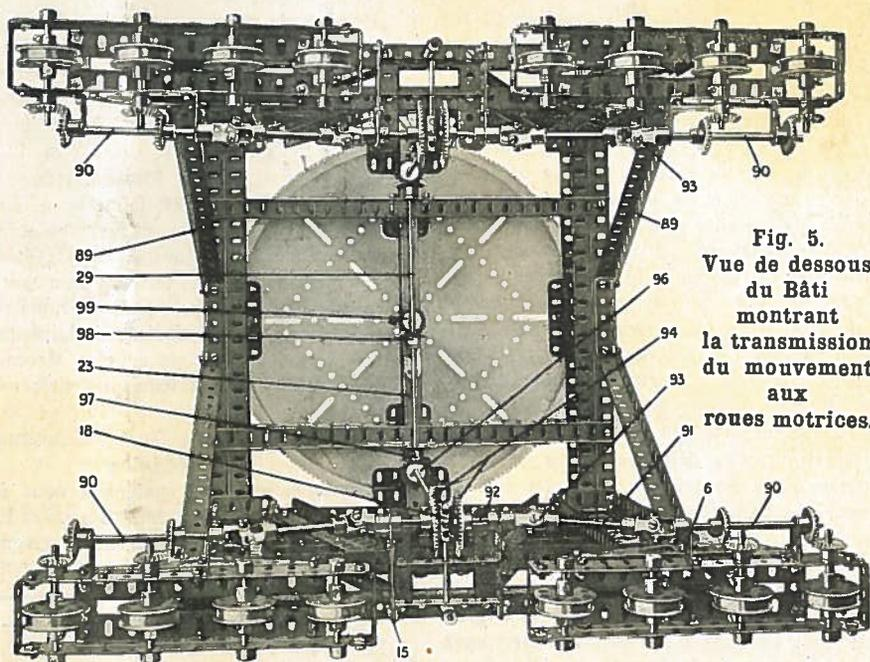
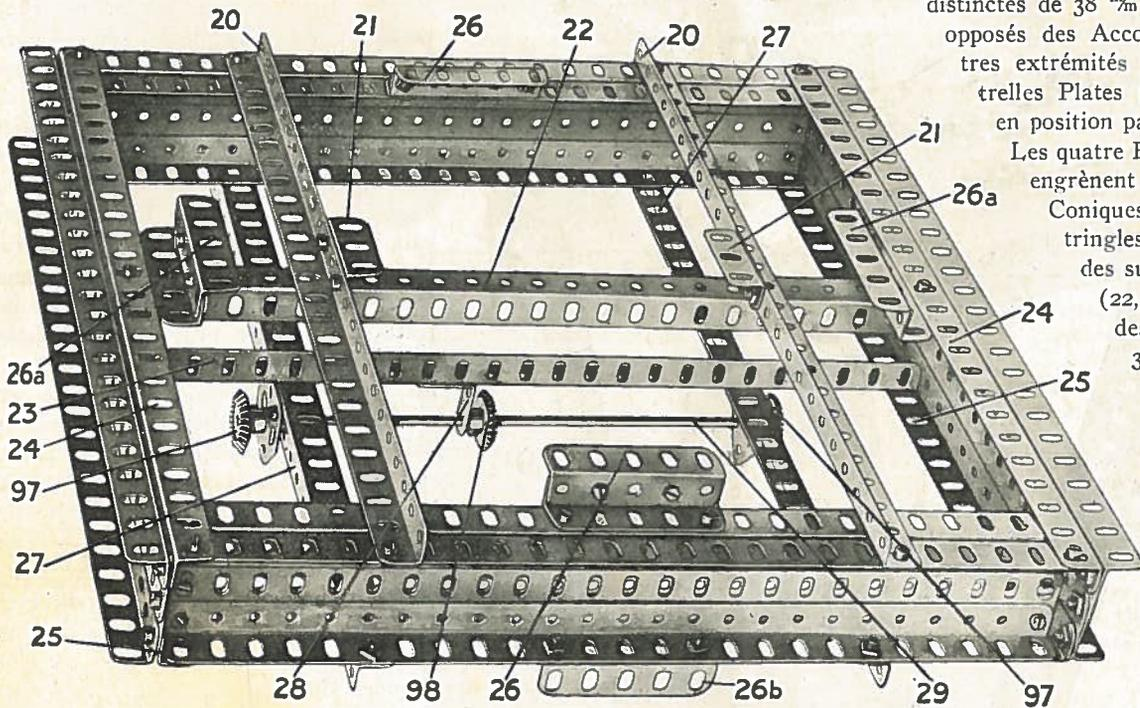

Fig. 5.
Fig. 6. — Sommet du Bâti.
(Fig. 6 et 8)
Commencer à monter cette partie de la grue en construisant tout d'abord quatre Cornières formées chacune de deux Poutrelles Plates de 25 trous, dont les trous ronds chevauchent les trous prolongés des autres dans le sens de la longueur, quatre Cornières de 25 trous étant boulonnées aux deux rebords pour constituer une solive en forme de H. Les quatre solives ou Cornières sont maintenant boulonnées ensemble comme il est montré à la Fig. 6 et forment un châssis rectangulaire. Les deux Cornières de 25 trous (20) boulonnées le long du sommet de ce châssis, portent des Cornières de 3 trous (21) tandis que les Cornières de 25 trous (22, 23) réunissent deux paires de Cornières (24, 25) au centre de ces dernières. Deux cornières de 5 trous (26) sont fixées à des
Cornières semblables boulonnées au châssis rectangulaire, et deux Cornières identiques (26a) sont fixées de façon semblable à la Cornière 22. Une Cornière de 5 trous (26b) peut être vue boulonnée au-dessous de la Cornière (26) dans le plan avant de la Fig. 6, et une pièce semblable doit être montée à l'arrière du châssis. Tout au fond du châssis sont disposées deux Cornières de 27 trous (27) et deux Embases Plates boulonnées au centre de ces Cornières, par l'intermédiaire d'une Equerre de 25×25 mm (28) formant support pour la Tringle de 20 mm (29) sur laquelle trois Engrenages Coniques de 22 mm (97, 98) sont montés dans les positions indiquées.
nectée par un Tringle de 5 ^m/_m (91) et deux Accouplements Universels (93) à un Engrenage Conique de 38 ^m/_m (94) fixé à une Tringle de 38 ^m/_m (92). Les quatre Tringles (92) auxquelles les Engrenages Coniques (94) sont fixés sont quatre Tringles distinctes de 38 ^m/_m pénétrant dans les côtés opposés des Accouplements (18); les autres extrémités pénètrent dans les Poutrelles Plates (15), et sont maintenues en position par des Colliers fixes (95). Les quatre Engrenages Coniques (94) engrenent avec deux Engrenages Coniques de 12 ^m/_m, montés sur tringles qui sont passées dans des supports par des Cornières (22, 23, voir Fig. 6) et dans des Embases (7 b, voir Fig. 3). Ces tringles portent à leurs extrémités supérieures deux Engrenages Coniques de 22 ^m/_m (96) engrenant avec un Engrenage Conique de 22 ^m/_m (97), voir Fig. 5, 6), sur la Tringle (29). L'engrenage Conique (98) qui est également monté sur la Tringle (29) est entraîné par l'Engrenage Conique de 22 ^m/_m (99) monté sur une Tringle (100) qui passe à travers une des Cornières du sommet de la flèche et dans les bosses centrales du roulement à rouleaux et porte à son extrémité supérieure un Engrenage Conique de 22 ^m/_m (101) engrenant avec une roue semblable sur la Tringle (102) actionnée par un Moteur Electrique par l'intermédiaire d'une boîte à engrenages, et a pour effet de